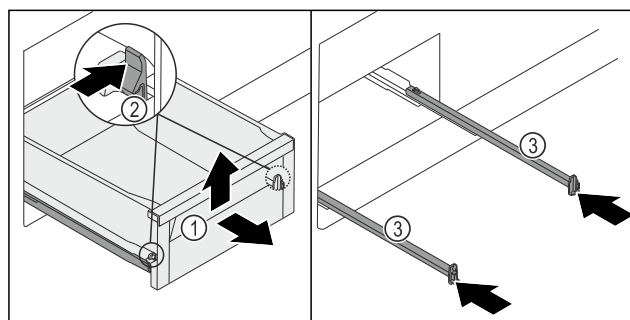

Fig. 123
- Estrarre il cassetto Fig. 123 (1) fino a battuta.
- Premere contemporaneamente verso l'interno il morsetto Fig. 123 (2) a sinistra e quello a destra.
- Il cassetto Fig. 123 (1) si stacca dalle guide.
- Sollevare il cassetto Fig. 123 (1) anteriore.
- Estrarre il cassetto Fig. 123 (1) in avanti.
- Inserire le guide Fig. 123 (3).